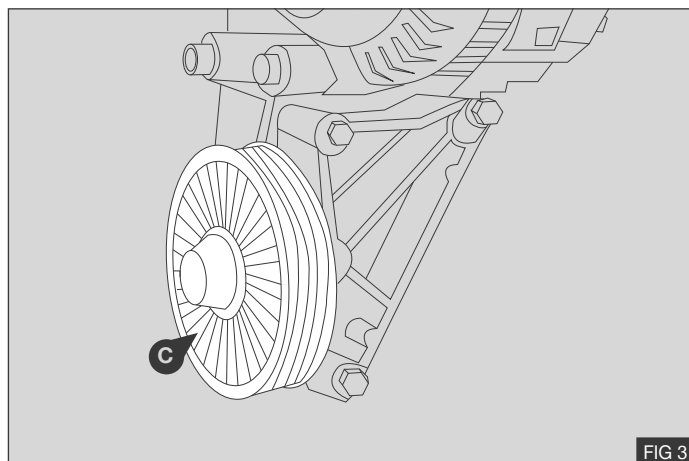

FIG 3
3. Retirer et jeter l'assemblage de poulie folle (C) - Fig 3.